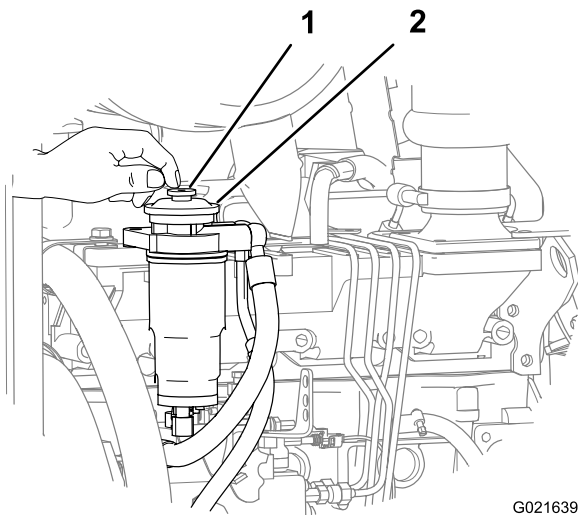

Figure 56
4. Localisez le bouton d'amorçage au sommet de l'adaptateur du filtre à carburant secondaire (Figure 56).
5. Appuyez plusieurs fois brièvement sur le bouton d'amorçage jusqu'à ce que vous sentiez une résistance (Figure 56).